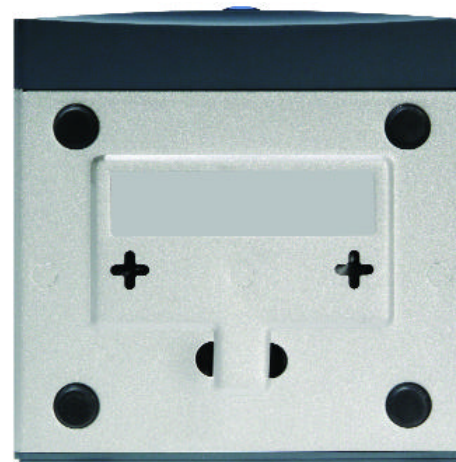

Abbildung 3-4
1. Bei den Löchern für die Wandmontage handelt es sich um zwei sich kreuzende Schlitze auf der Unterseite des Switch (siehe Abbildung 3-4). Bringen Sie zwei Schrauben an der Wand an. Achten Sie darauf, dass deren Abstand dem Abstand zwischen den Kreuzlöchern am Switch entspricht.